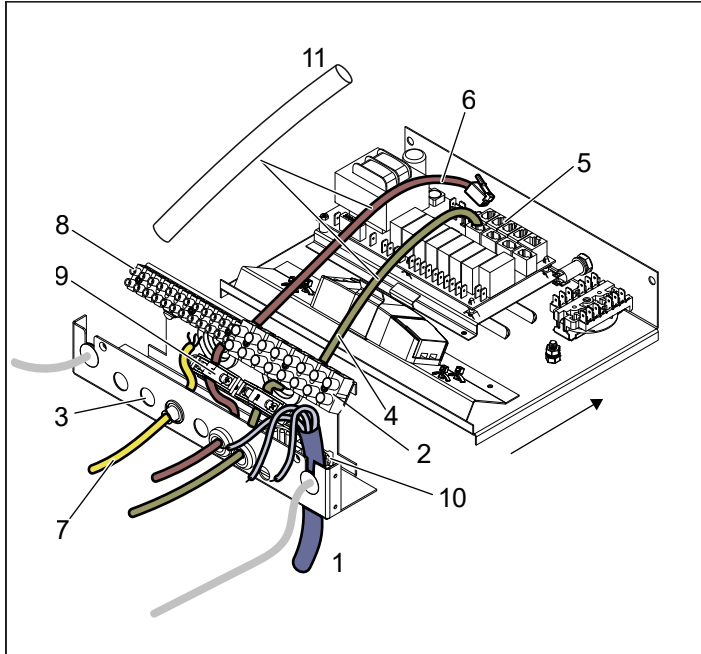
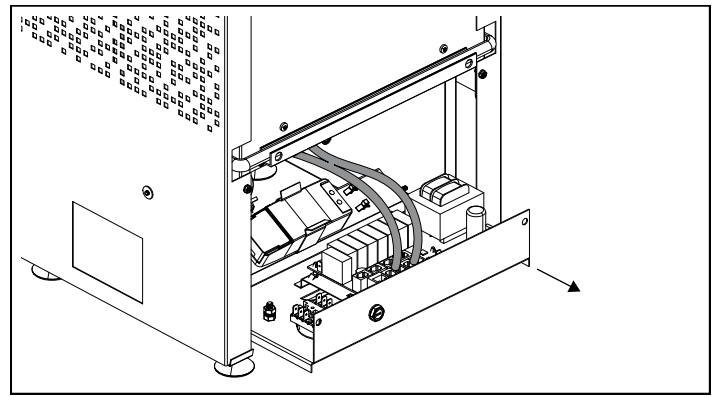
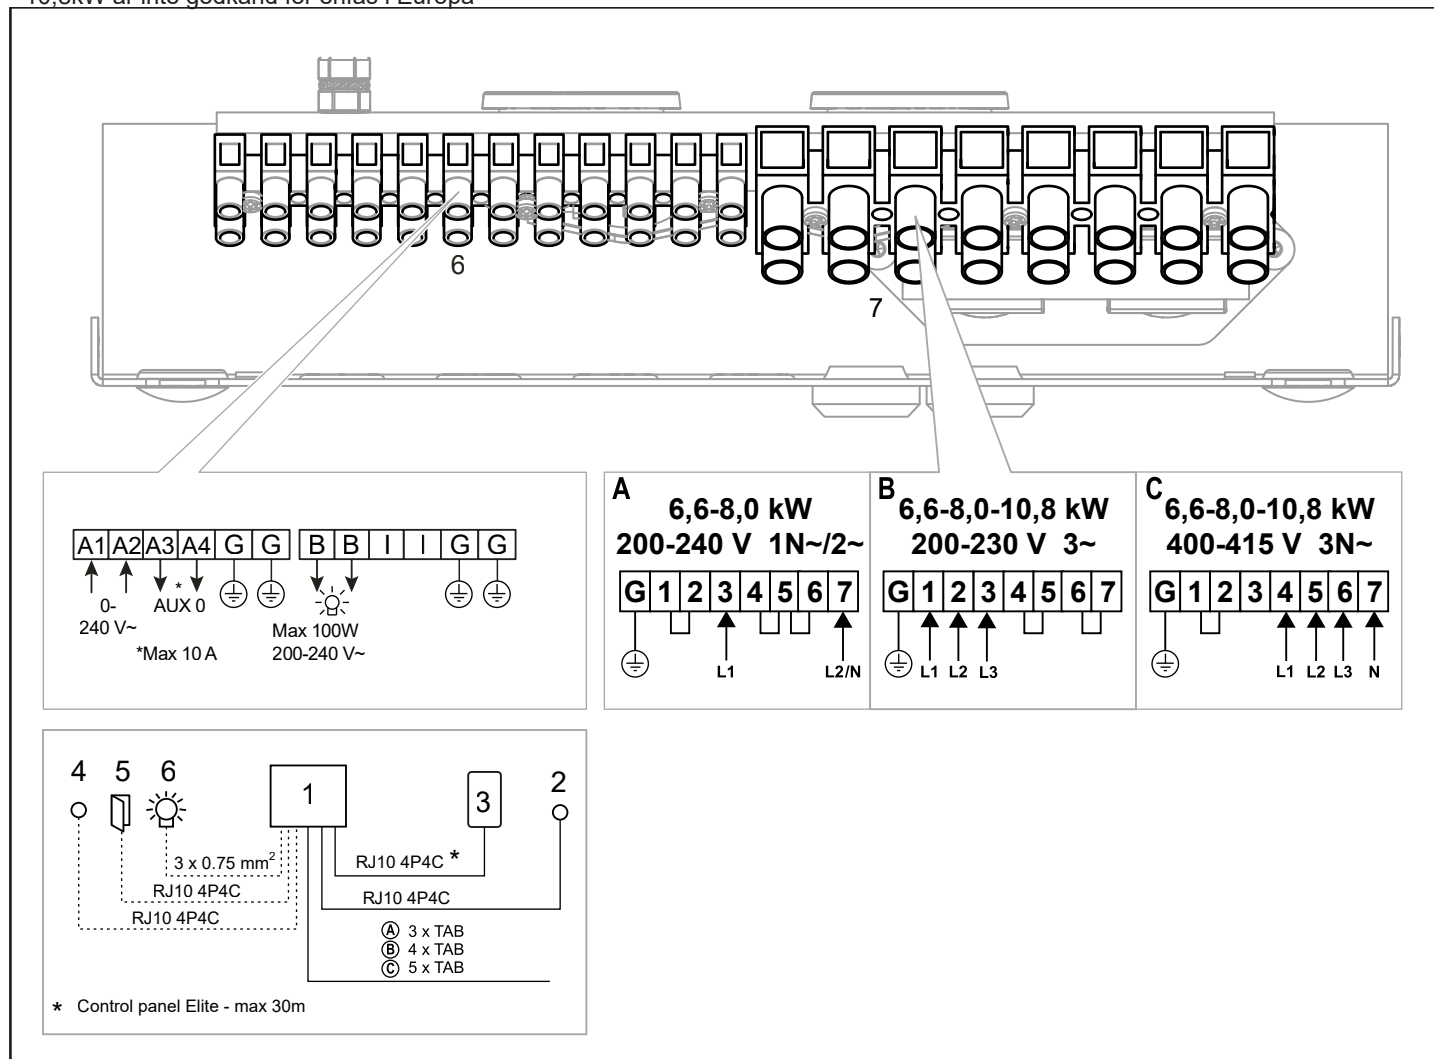
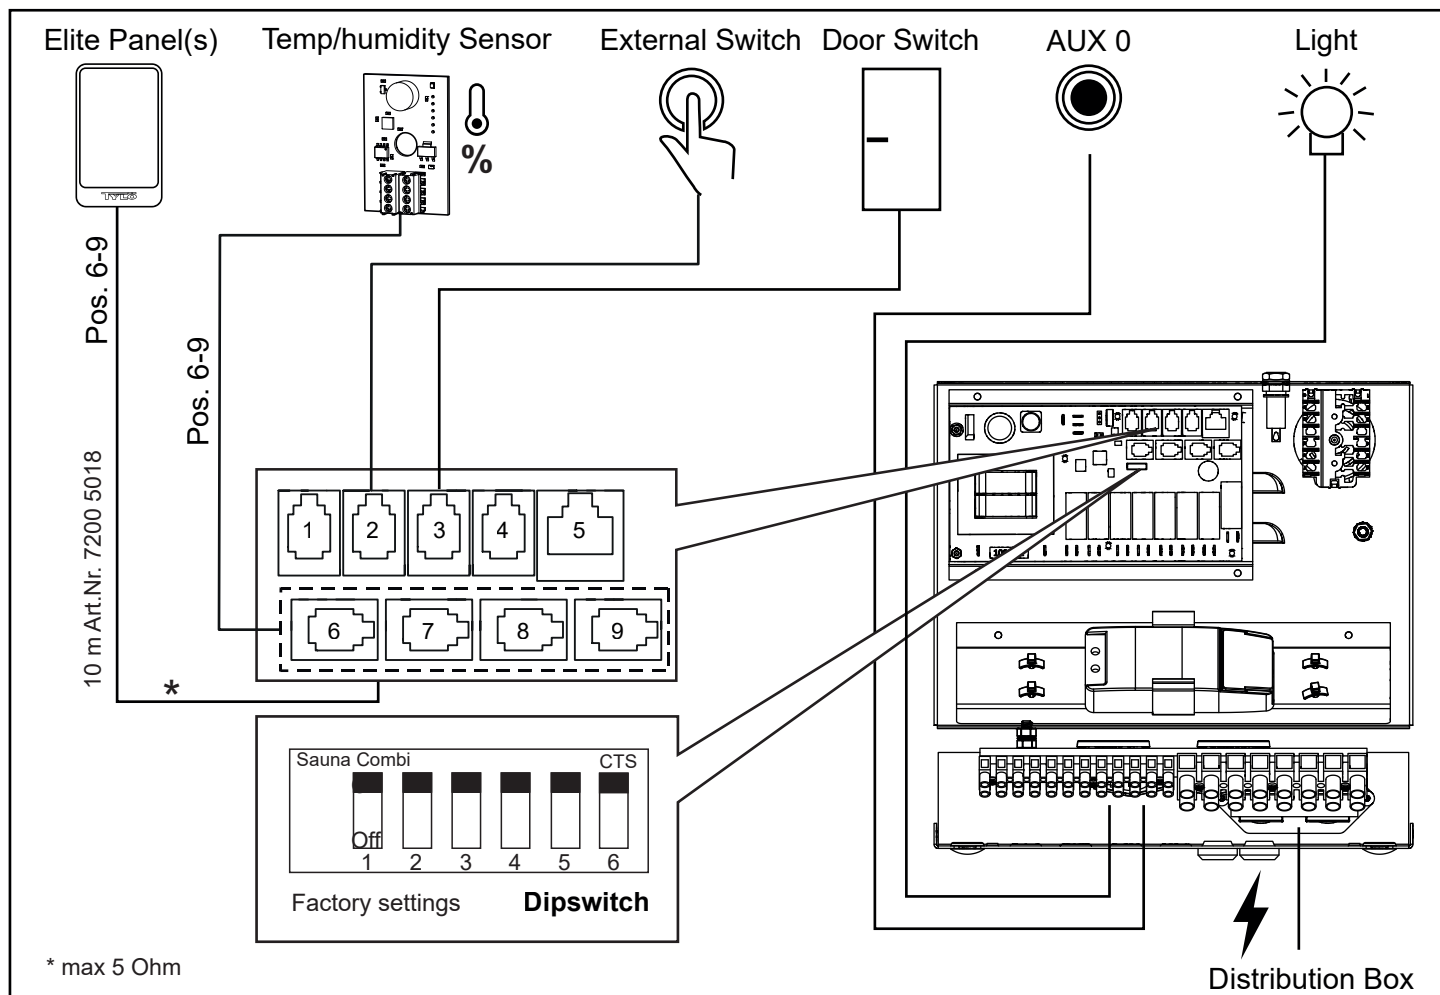

Fig 11: Eldosan
Fig 12: Dra ut lådan för lättare åtkomst
Fig 18: Kopplingsschema
Fig. 20. Schematisk installation Crown Combi Elite
5. Anslut elkabeln (se Fig 11) enligt kopplingschema (se Fig. 18).
6. Dra kablar för manöverpanel och temperatursensor genom kabelgenomföringarna se fig 11. Anslut manöverpanelens kabel i en av de fyra RS485-kontakterna (position 6-9, se Fig 20).
7. Anslut temp/fuktsensor kabeln i position 6-9, se fig 20. Dra ut lådan för att sträcka kablar och spänn dragavlastningarna (se fig 12).
8. Anslut eventuell kabel till belysning / aux, se Fig 11, enligt kopplingschema Fig 18.
Vid inkoppling till spänningar eller fas-tal, som inte anges i kopplingschema Fig 18, kontakta Tylö kundservice.